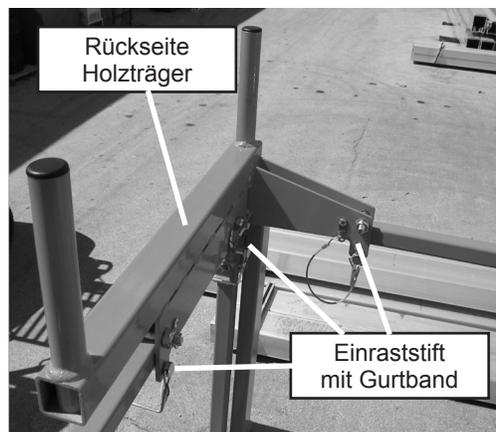

Abbildung 11.20 – Rückseite des Holzträgers
- Ziehen Sie den Notaus Knopf ⑤ heraus (an) (siehe Abbildung 11.20).
- Wenn der Motor kalt ist, drücken Sie den **Choke-Schalter** ⑥ (siehe Abbildung 11.20) und halten ihn während des nächsten Schritts gedrückt.
- Drücken Sie den **Zündschalter** ⑦ nach unten und halten Sie ihn gedrückt, bis der Motor startet, oder maximal 20 Sekunden lang, je nachdem, was zuerst eintritt. Wenn der Motor startet, lassen Sie den Zündschalter ⑦ und den Choke-Schalter ⑥ los (siehe Abbildung 11.20).